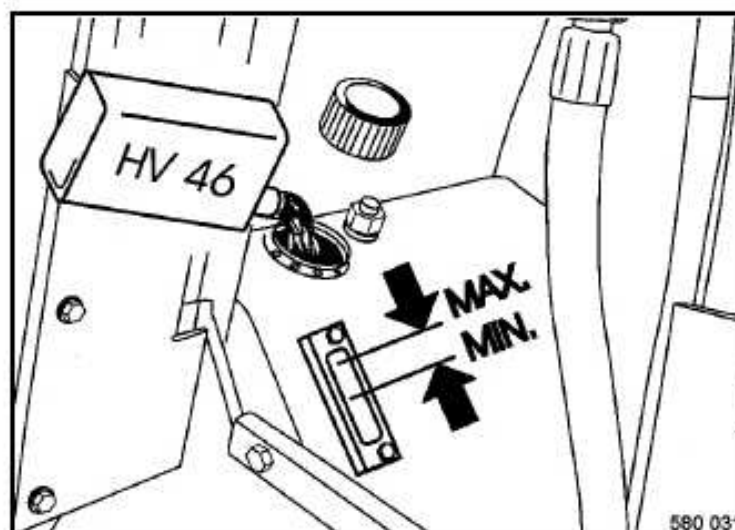

Fig. 149
- Retirar la tapa de llenado (Fig. 149).